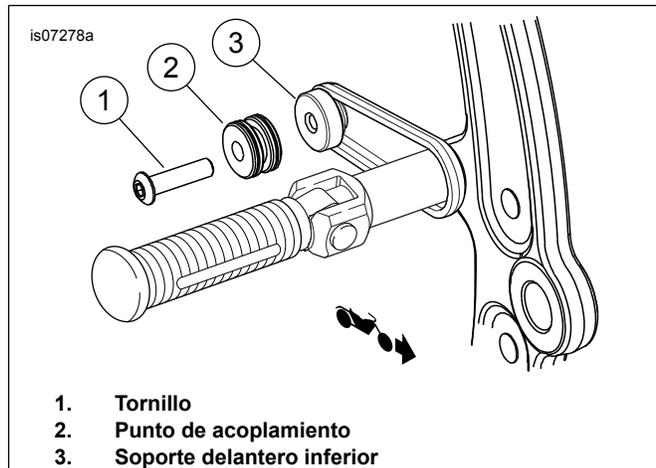

Figura 5. Punto delantero de acoplamiento inferior (Sin otros accesorios desmontables)
1. Vea Figura 5. Instale el conjunto de soporte de la alforja delantera inferior (3).
2. Instale el punto de acoplamiento mini (2) en el tornillo (1).
4. Instale el tornillo dentro del agujero roscado del soporte delantero inferior (3). Apriete el tornillo a 16,3–24,4 N·m (12–18 ft-lbs).